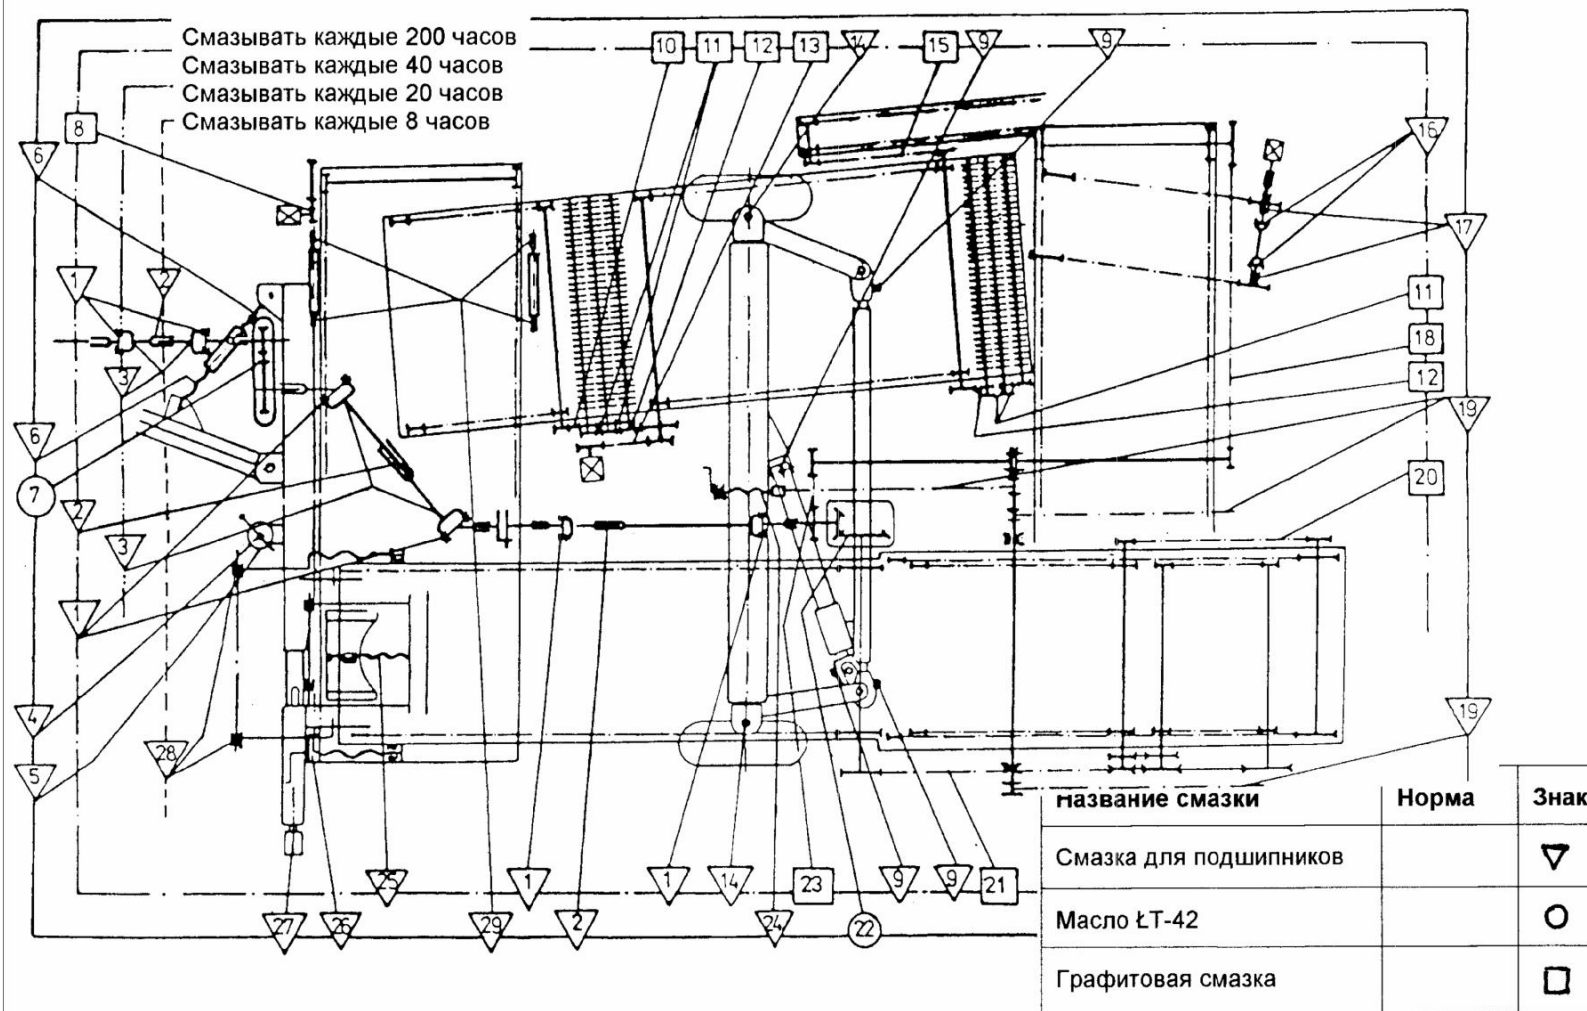

Abb. 27. Schmierschema
- Schmiere die Teile die täglicher Schmierung nach Schmierplan (Abb. 27) und Tafel 5 bedürfen,
Schmiere die Vollerntemaschine im Einklang mit Schema (Abb. 27) und Tafel 5.